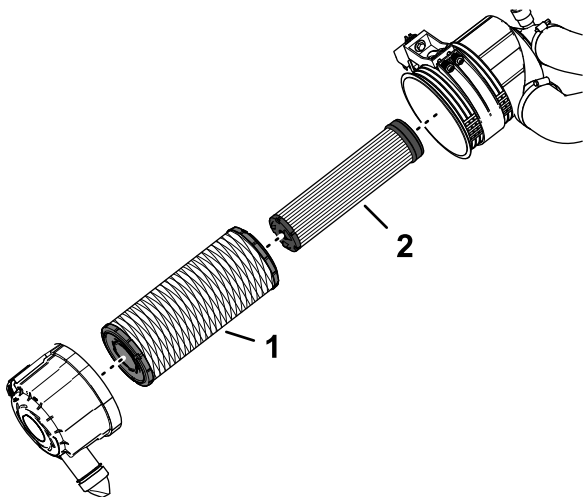

Figura 121
1. Verificai elementul de filtrare al filtrului de siguranță (Figura 121). Dacă este murdar, înlocuie-l.
Important: Nu încercai niciodată să curăți filtrul de siguranță (Figura 121). Înlocuie filtrul de siguranță cu un filtru nou după ce ai efectuat 3 lucrări de întreținere asupra filtrului principal.